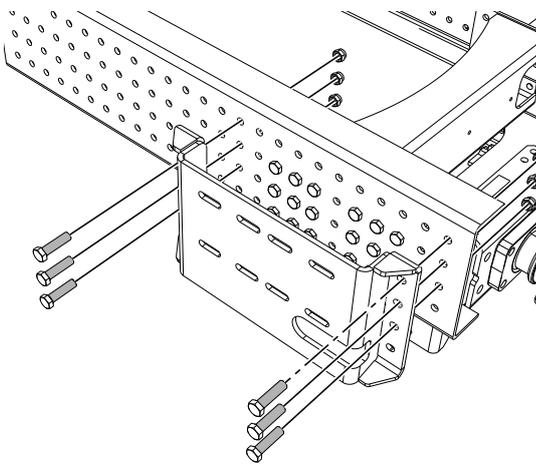

Abb.26. Montieren Sie die Rahmenhalterung mit mindestens 3 Schrauben M14x45 10.9 an der vorderen bzw. hinteren Kante der Halterung.
7. Passen Sie die Rahmenhalterungen ein und montieren Sie sie am Fahrzeugrahmen. Montieren Sie sie mit mindestens 3 Schrauben M14x45 10.9 an der vorderen bzw. hinteren Kante der Halterung. Montieren Sie sie mit Muttern an der Innenseite des Fahrzeugrahmens, siehe Abb.26. Ziehen Sie die Schrauben mit einem Drehmomentschlüssel an. **Anzugsmoment: 115 Nm.**